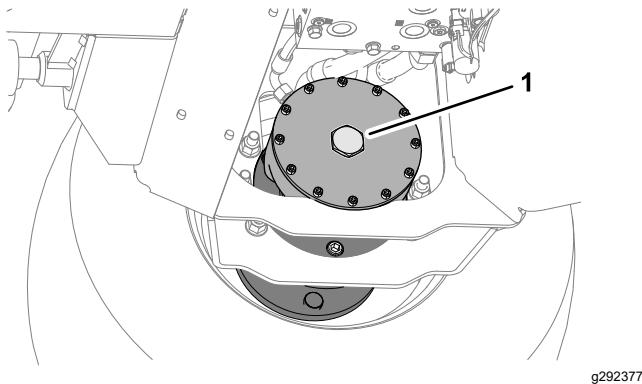

Figure 41
2. Remettez en place le bouchon hexagonal dans la plaque d'extrémité du moteur (Figure 41).
6. Rangez les 2 boulons (12 x 40 mm) et les 2 rondelles (12 mm) dans les longerons de support de la plate-forme (Figure 41).